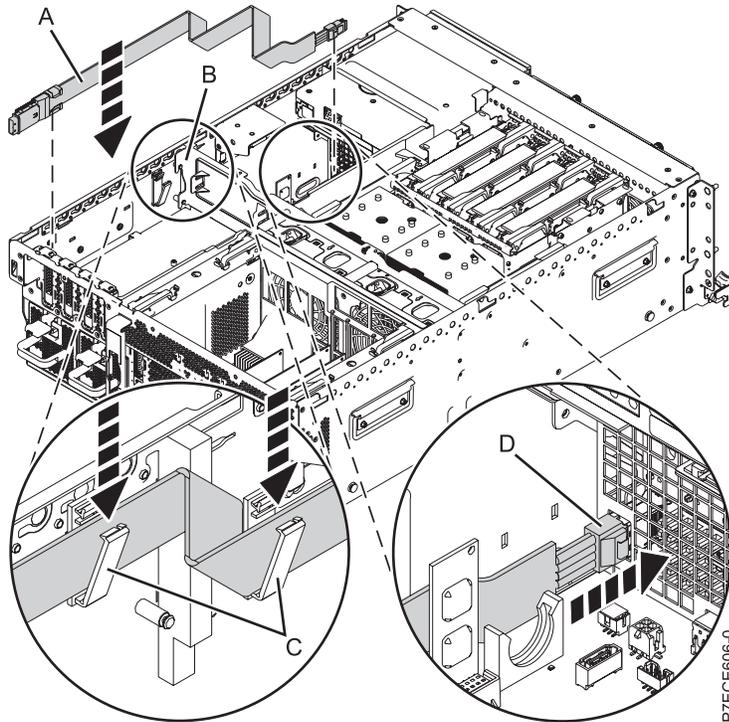

Figure 111. Remplacement du câble SAS
4. Installez le nouveau câble SAS (voir figure 111, à la page 111).
- b. Ouvrez le serre-câble (C) sur la paroi latérale, et placez-y le câble (A). Le serre-câble s'ouvre à partir du haut.
- c. Refermez le serre-câble (C) et continuez à faire glisser le câble vers la connexion SAS sur le fond de panier système.
- d. Poussez le capuchon SAS (D) dans la connexion SAS sur le fond de panier système jusqu'à ce qu'il s'enclenche.